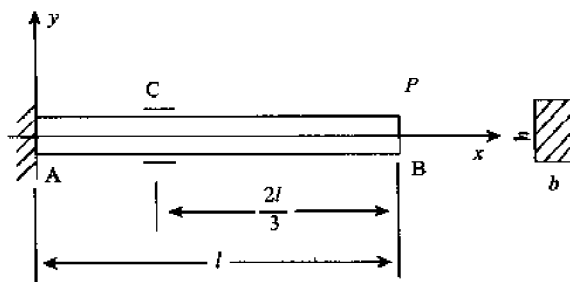

图 6-35
3. 矩形等直悬臂梁 AB 如图 6-35 所示, 在集中力 P 作用下测得 C 截面上、下边缘的纵向应变为 ϵ , 试求 B 端挠度的表达式。